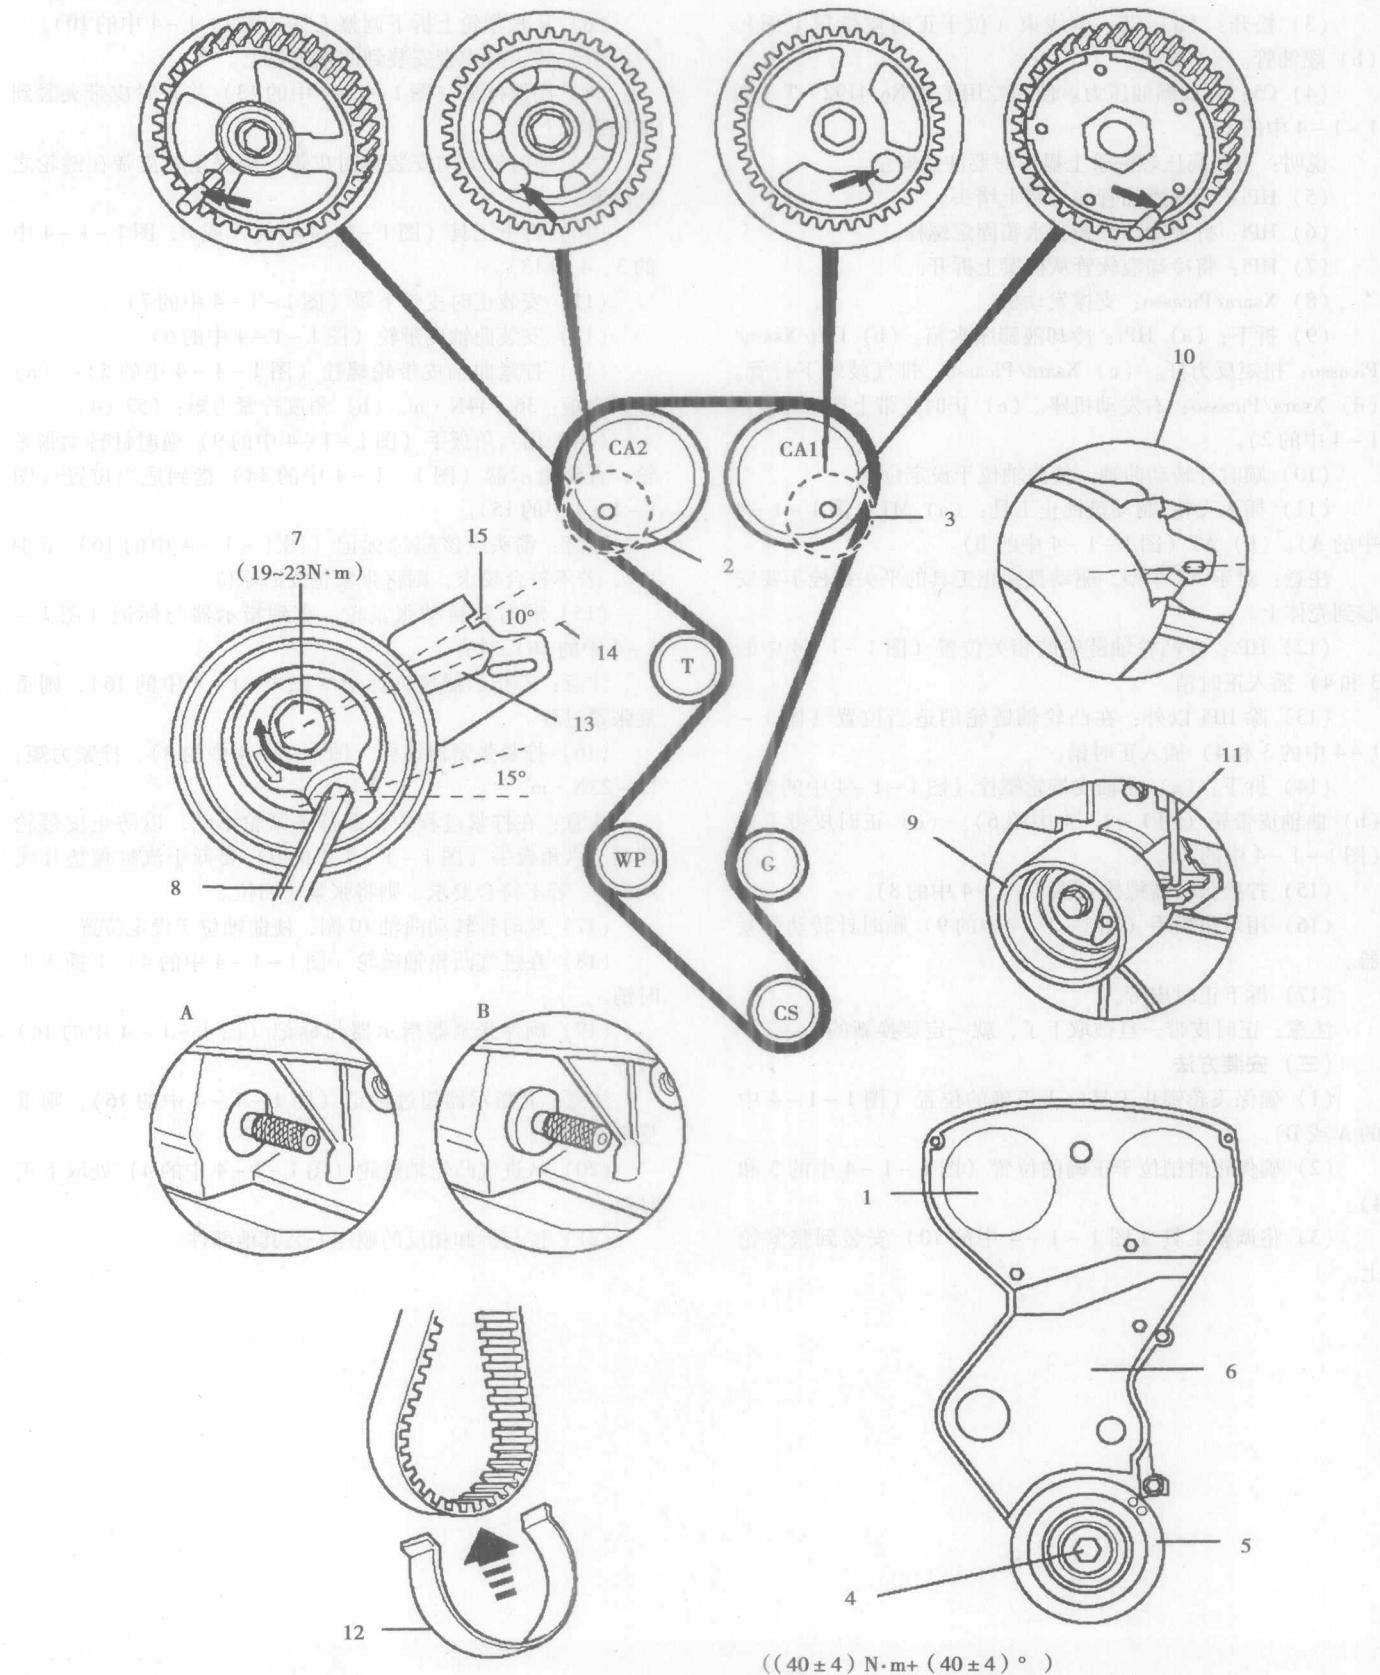

图 1-1-5 示意图
(一) 示意图 (图 1-1-5)
- (1) 举起并支撑车身前端。
- (2) 拆下: (a) 右前轮。 (b) 右挡泥板。 (c) 辅助驱动带。
- (3) 松开燃油供给管 (在正时皮带罩上)。
- (4) 支撑发动机。
- (5) 拆下: (a) 右发动机座。 (b) 正时皮带上罩 (图 1-1-5 中的 1)。
- (6) 顺时针转动曲轴, 使曲轴位于设定位置。
- (7) 插入飞轮/驱动盘锁止工具: (a) MT (图 1-1-5 中的 A)。 (b) AT (图 1-1-5 中的 B)。
- (8) C4: 将 PAS 软管从右边内侧翼子板上断开, 移到一边。
- (9) 在凸轮轴链轮的适当位置 (图 1-1-5 中的 2 和 3) 插入正时销。